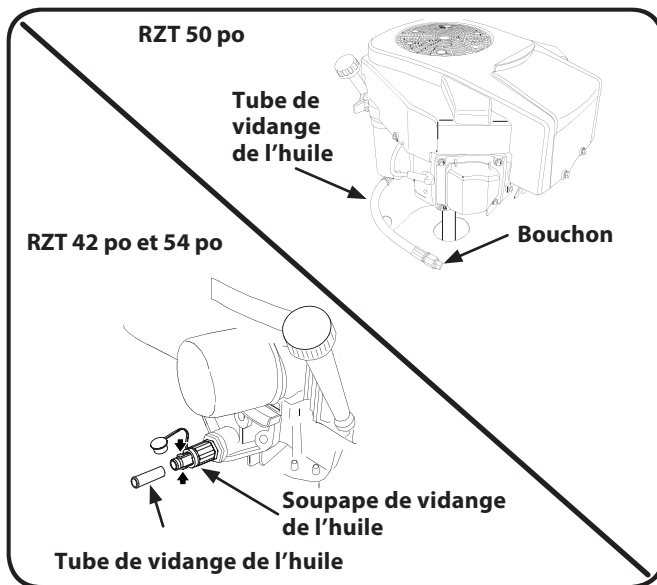

Figure 6-1
1. Soulevez le capuchon de protection à l'extrémité de la soupape de vidange de l'huile pour exposer l'orifice de vidange. Voir la Figure 6-1.
- a. Pincez les languettes sur la soupape de vidange d'huile, puis tirez pour commencer à vidanger l'huile. Voir la Figure 6-1. Quand l'huile a cessé de couler, repoussez la soupape de vidange d'huile, jusqu'à ce que les attaches cliquent en place. Remettez le capuchon sur l'extrémité du soupape de vidange de l'huile pour empêcher la saleté de pénétrer dans l'orifice de vidange.
2. Tenez l'extrémité libre du tube de vidange de l'huile dans le récipient prévu pour l'huile usée et dévissez le bouchon carré de l'extrémité du tube. Voir la Figure 6-1. Laissez couler l'huile dans le récipient.